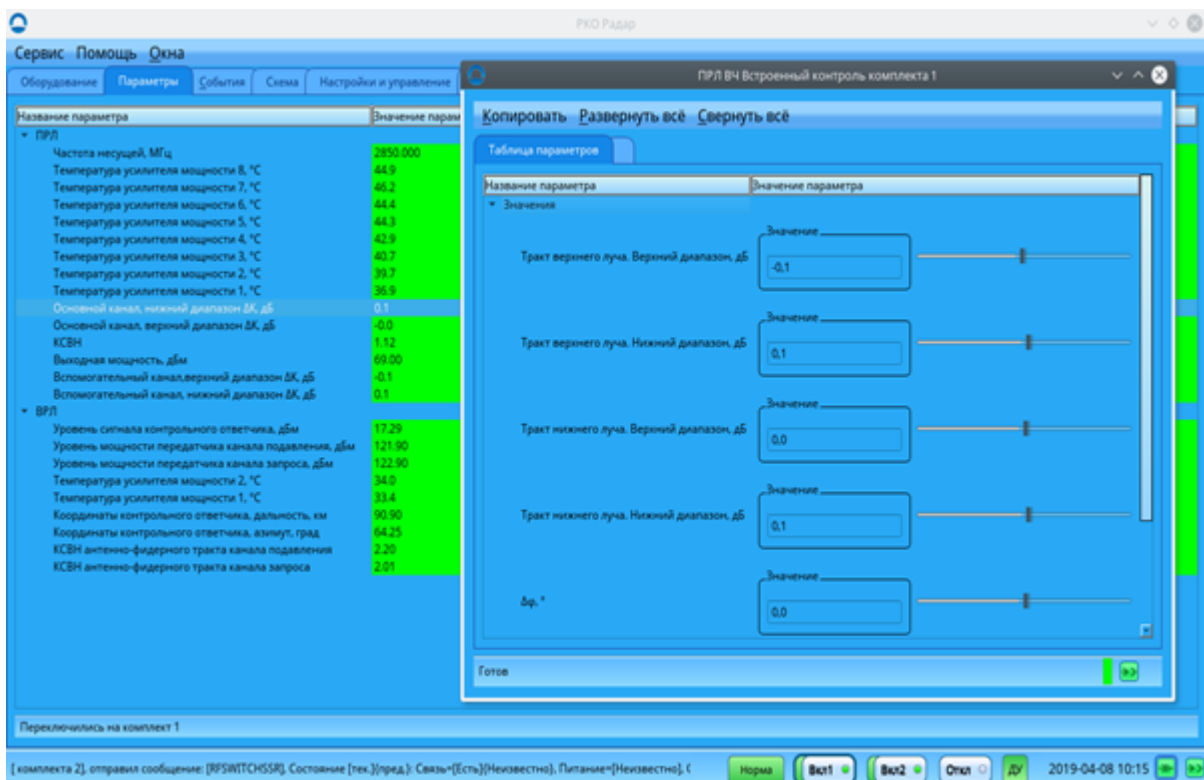

Рисунок 9. Вид вкладки "Параметры"
3.2.2.1 Значения параметров работы радиолокатора отображаются на вкладке «Параметры» (рисунок 9).